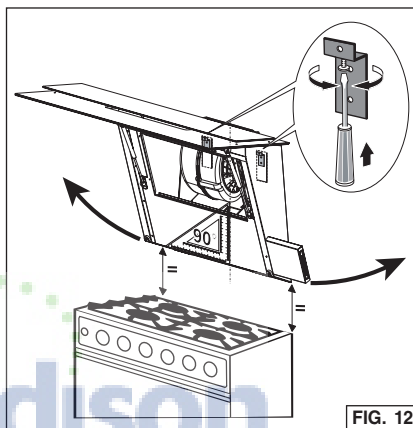

FIG. 12
6. Nivele la campana a través de la utilización de (2) tornillos del soporte de montaje. Fig. 12.